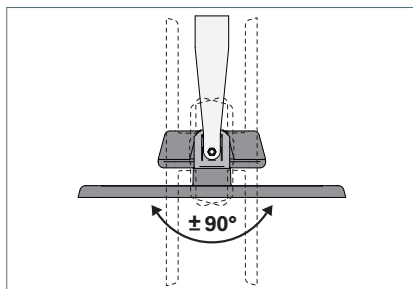

Fig. 10: Orientamento dell'apparecchio d'illuminazione.
- ▶ Orientare l'apparecchio d'illuminazione, vedi Fig. 10.